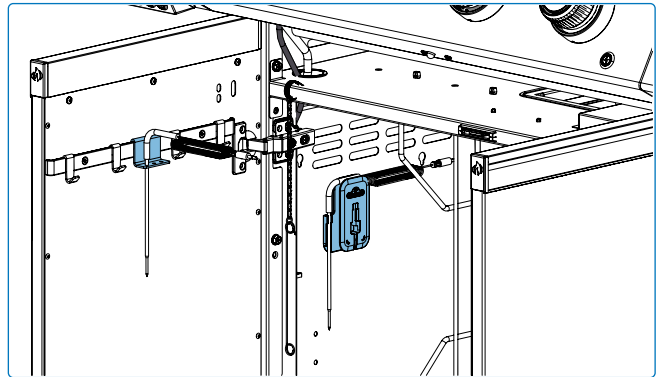

Fig. 10
- Berg de rotisserie-onderdelen op de daarvoor bestemde clips in de kast op en de spitstaaf aan de achterkant van de BBQ wanneer deze niet in gebruik zijn. Hierdoor zijn ze veilig opgeborgen, beschermd tegen weersinvloeden en gemakkelijk toegankelijk voor je volgende BBQ-sessie. Zorg er altijd voor dat de onderdelen schoon en droog zijn voordat je ze opbergt om corrosie te voorkomen (**Fig. 10 & 11**).